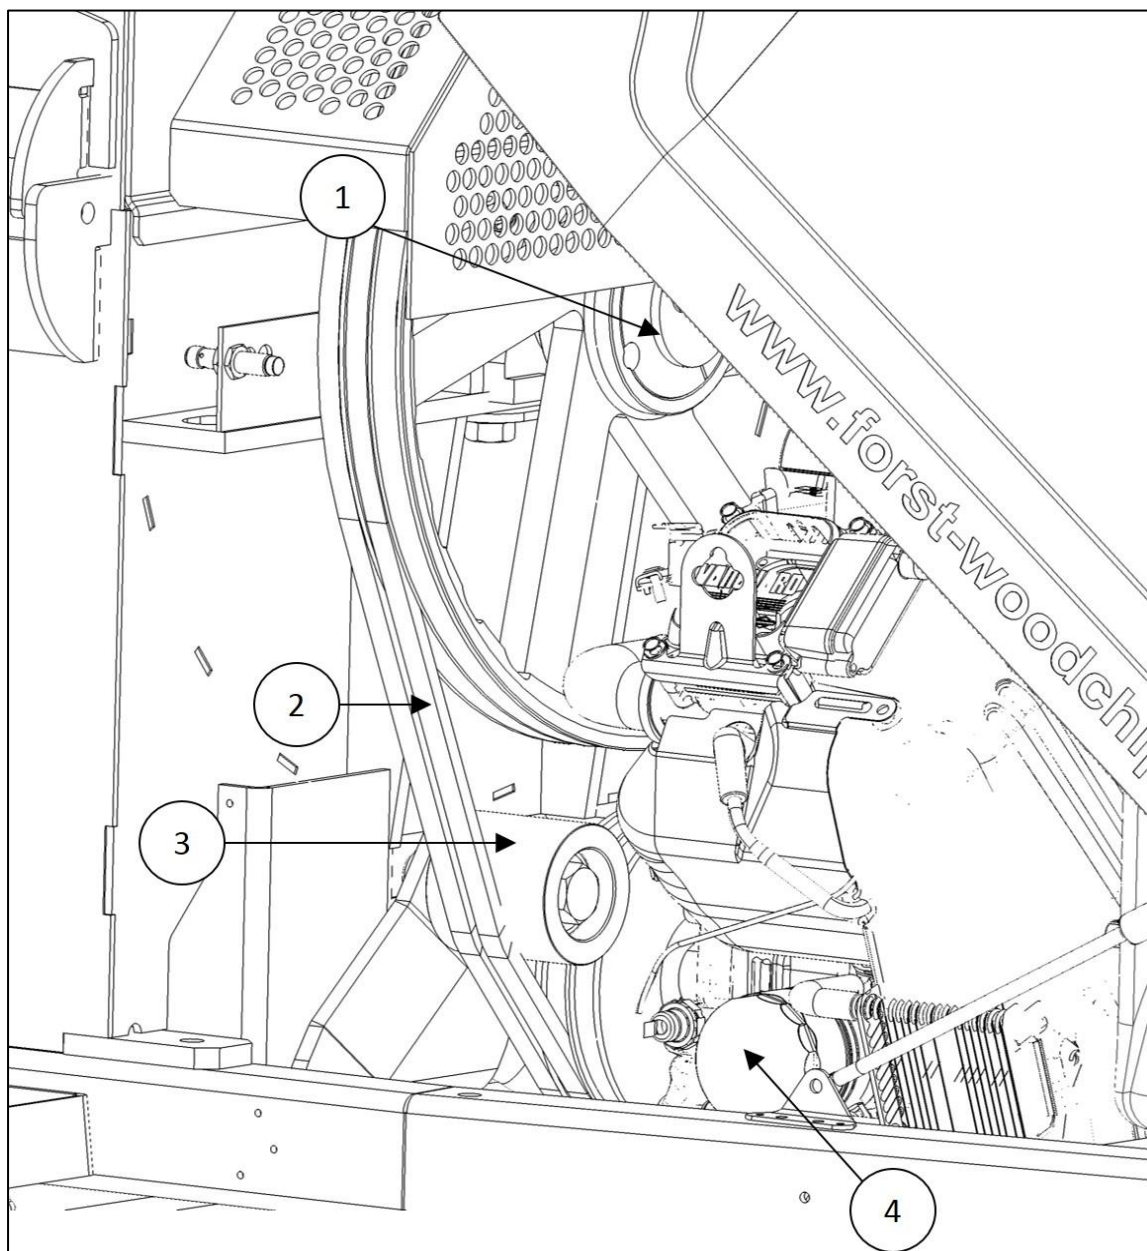

Abbildung 11
- Hydraulikölstand prüfen. Wenn die Maschine neu ist, kann der Ölstand bei erstmaliger Verwendung sinken. Regelmäßig überprüfen und auffüllen, bis der Pegel sich nicht mehr verändert. Falls ein Auffüllen erforderlich ist, vor dem Entfernen des Tankdeckels den Bereich gründlich reinigen, damit keine Fremdkörper in den Öltank fallen. Bei Bedarf nachfüllen und Tankdeckel wieder befestigen. Siehe Abbildung 11